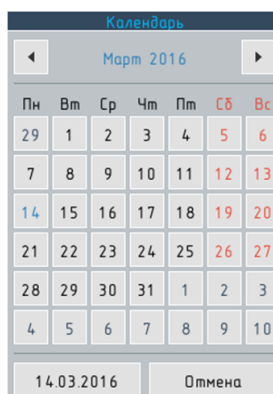

Рисунок 3.4 – Элемент Календарь
- ▶ содержать маску ввода для даты и времени, а так же иметь кнопку **Дата** для вызова диалога **Календарь** упрощающего ввод даты (см. рисунок 3.4);
- ▶ индикатор текущей даты и времени (при нажатии на индикатор вызывается окно **Календарь** см. рисунок 3.4).